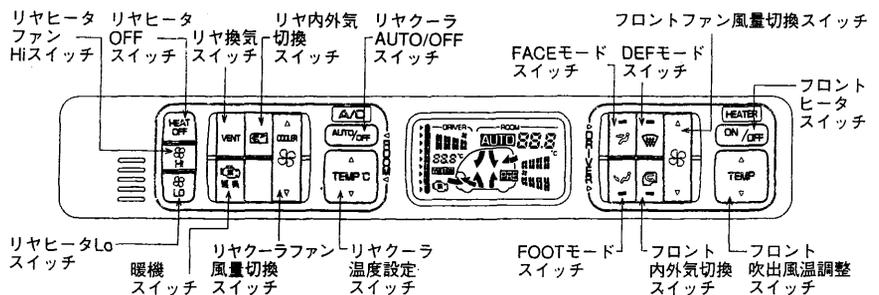

図3 コントロールパネル
①アイドル時の冷房能力を13%向上させるとともに、冷房負荷に応じて圧縮機運転台数を2⇔1⇔0台とコントロールすることによりエンジン回転数に対しフラットな冷房能力特性を得た。このシステムにより、始動時の冷房性能向上とどんな走行状態においても車内を快適な温度に保つことができる。
②エバポレータファンの風量切換段数を従来の8段から32段とし、日射センサを車両の左右に配し、日射量に応じて左座席/右座席の風量を最適に制御するゾーンコントロールを世界で初めて商品化した。
③操作性・視認性向上のため、エアコンの運転状態が一目で分かる蛍光表示管をコントロールパネル中央に置き客席用エアコンの操作スイッチを左側に、運転席用の操作スイッチを右側に集中配置した。図3に外観を示す。